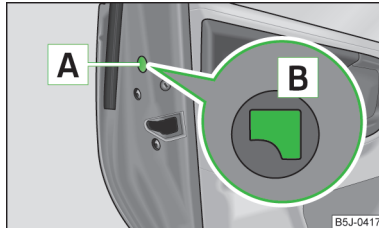

Abb. 31
- › Die Blende **A** abbauen » Abb. 31.